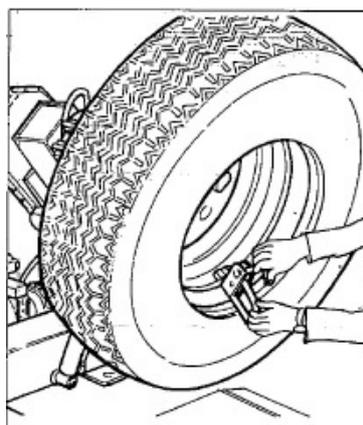

Fig.7.9
8) Retirar o clipe e substituí-lo às 6 horas fora do segundo terço (Ver Fig.7.9)
10) Fixar o clipe no fundo (6 horas) fora do segundo terço (Ver Fig.7.9).